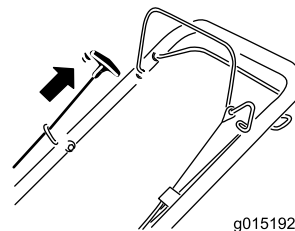

Figura 22
4. Tenete la barra di comando della lama premuta contro la stegola e tirate l'avviatore autoavvolgente (Figura 22).